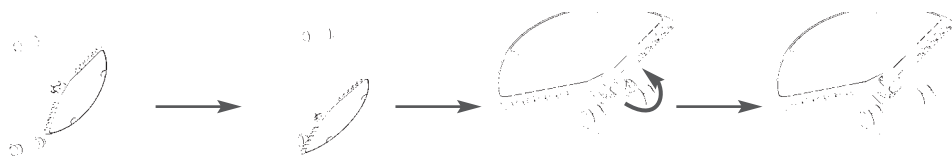

Fig. 2
- If required, fit the Tray **I** to the pole as shown in **Fig. 2**. The tray should be offered up to the pole at 45°, hooked on to the pole, rotated to a horizontal position and locked in place with the latch. It should be fitted to the Fixed Pole **L** at any height between the Lower Mount **J** and the Upper Mount **K**.
- Si besoin, installez le plateau de rangement (Cf. **Fig. 2**). Pour être emboîté, le plateau doit être présenté à 45° par rapport à la tige. Ensuite, faites-le tourner en position horizontale et maintenez-le en position à l'aide de l'attache. Il doit être installé sur la tige fixe **L** entre la fixation inférieure **J** et la tige supérieure **K**.